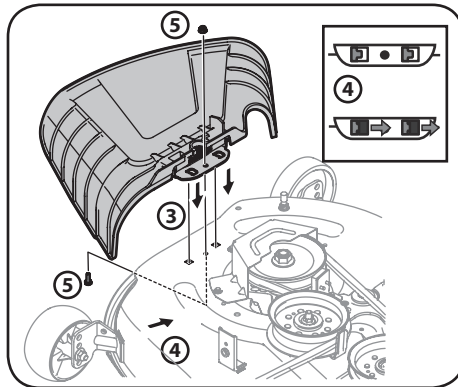

Figura 2-6
3. Ubique el deflector del canal en la plataforma; asegúrese de insertar las lengüetas de dicho deflector en los orificios de la plataforma. Consulte Figura 2-6.
4. Después de colocar las lengüetas en la plataforma, deslice el deflector del canal hacia la parte posterior del tractor hasta que el orificio del perno que está en el deflector del canal quede alineado con el orificio de la plataforma. Consulte Figura 2-6.
5. Sujete el deflector del canal en su lugar con la tuerca de seguridad con brida y el tornillo hexagonal que se extrajeron en el paso 2. Ajústelos con un par de torsión de 102-124 pulg. libras Consulte Figura 2-6.